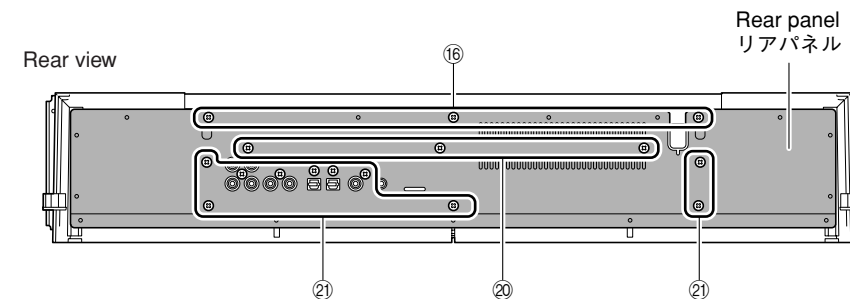

Fig. 5
- b. Remove 3 screws (16). (Fig. 5)
- b. ⑯のネジ3本を外します。(Fig. 5)
- Remove 3 screws (20). (Fig. 5)
- Remove 10 screws (21) and then remove the rear panel. (Fig. 5)
- 20のネジ3本を外します。(Fig.5)
- 21のネジ10本を外し、リアパネルを取り外します。(Fig. 5)